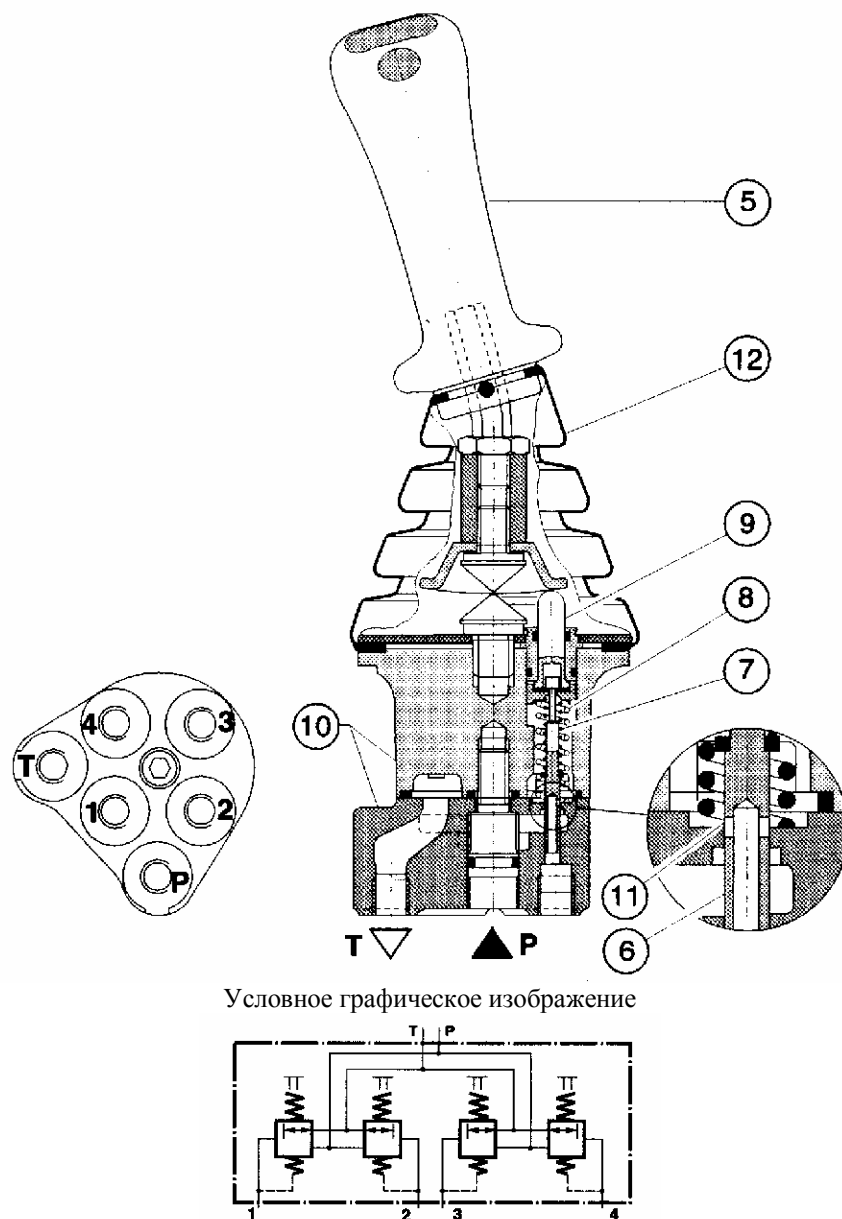

Рис. 38 Блок управления с одним рычагом
1). Блок управления I (рис. 38) - четырехзолотниковый с рычагом управления на шаровом шарнире, с возможностью одновременного включения одного или двух смежных золотников с возвратом в нейтральное положение рычага при снятии с него управляющего усилия.